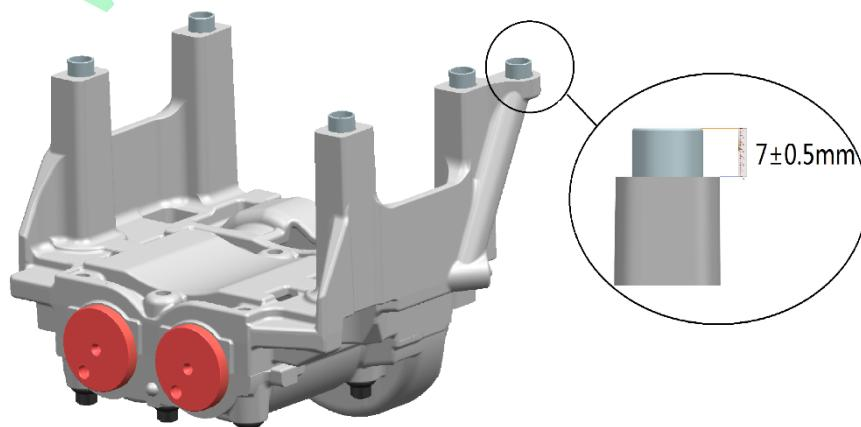

图 13.5
- 8、压装 5 个空心圆柱销。在平衡轴座 5 个销孔部位安装空心圆柱销，安装完毕后定位销露出高度为 $7\pm0.5\text{ mm}$ ，如图 13.5 所示。